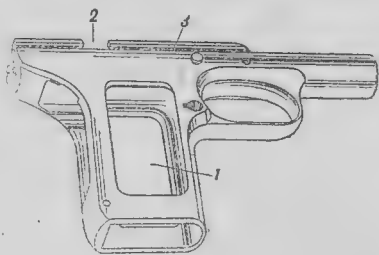

Рис. 55. Рамка:
96. Рамка (рис. 55) составляет одно целое с рукояткой пистолета и спусковой скобой. Она служит для соединения частей пистолета. Рамка имеет: на передней части — **жолоб**, в котором помещается возвратная пружина и двигается нижняя трубка кожуха затвора, пазы для помещения прилива ствола и серьги, **уступы** для упора головки направляющего стержня возвратной пружины и для ограничения движения затвора назад после выстрела или отодвигания его назад рукой; на правой стороне — **отверстие** для оси затворной задержки, **стойку** для пружины затворной задержки, **продольный паз** для направления движения затвора, **вырез** для выступа щеки колодки ударно-спускового механизма; на левой стороне — **отверстие** для оси затворной